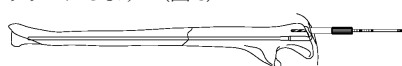

図 8
* 7) スクリューホールに 2.0 ドリルスリーブ（A）を接続し、2.0 ドリルでドリリングします。（図 8）